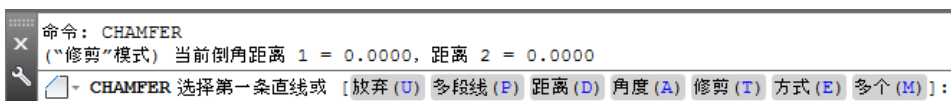

图 6.5.3 命令行提示
注意：图 6.5.3 所示的提示信息的第一行提示用户当前的两个倒角距离为 0，修剪模式为“不修剪”，第二行是倒角的一些选项。
Step4. 选取倒角边线。在图 6.5.3 第二行信息提示下，单击第一条直线，即第一倒角距离的边线；在选择第二条直线，或按住 **Shift** 键选择直线以应用角点或 **[距离(D)/角度(A)/方法(M)]** 的提示下，单击第二条直线，即第二倒角距离的边线。
(1) 如果不设置倒角距离而直接选取倒角的两条直线，那么系统便按图 6.5.3 提示的当前倒角距离进行倒角（当前倒角距离即上一次设置倒角时指定的距离值）。